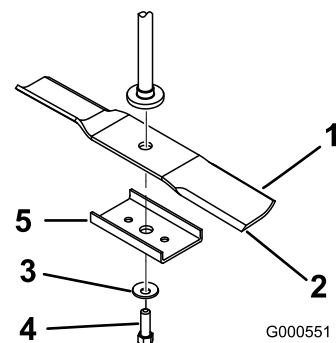

Figura 52
Sujete el extremo de la cuchilla usando un trapo o un guante grueso. Retire el perno de la cuchilla, la arandela curva, el refuerzo de la cuchilla (modelos de 42 pulgadas solamente) y la cuchilla del eje de la cuchilla (Figura 52).
1. Instale la cuchilla en el eje (Figura 52).
2. Instale el refuerzo de la cuchilla (modelos de 42 pulgadas solamente), la arandela curva (con la copa hacia la cuchilla) y el perno de la cuchilla (Figura 52).